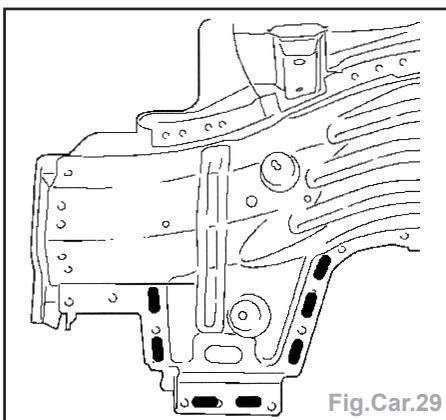

Fig.Car.29
- (1) trou existant
- (2) découpage
- (3) trou à faire
- Préparer la plaque de serrure (7 trous oblongs) (Fig.Car.29).